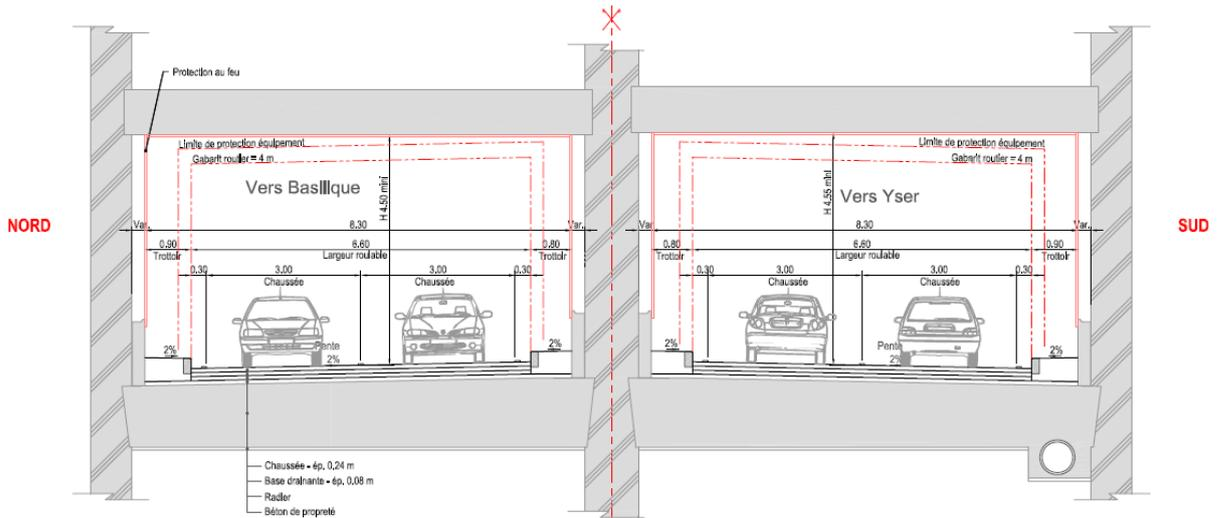
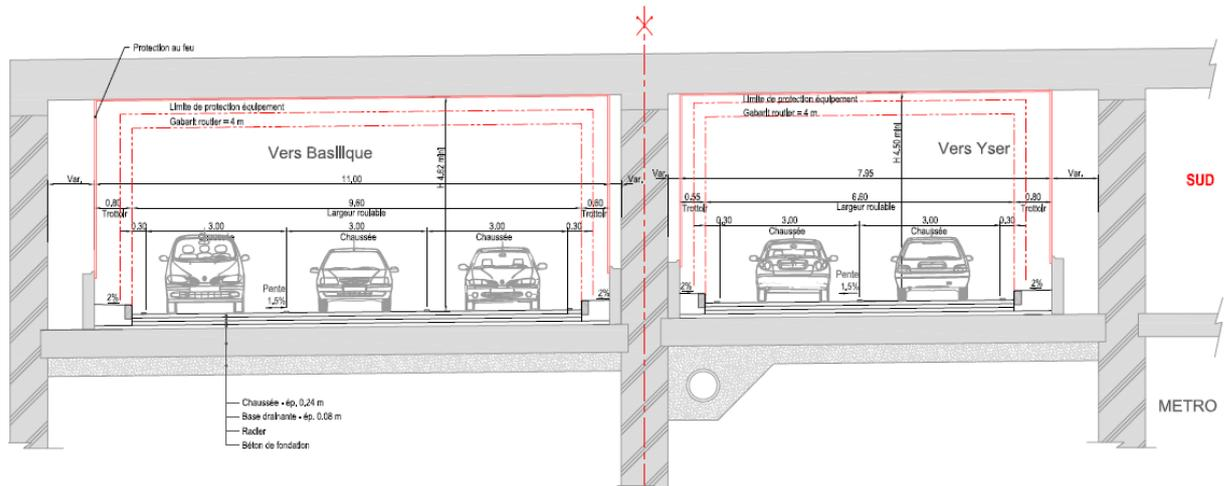

Figura 4 – Sección transversal del túnel Leopoldoll
Figura 5 – Túnel Leopoldoll – Sección transversal cerca de Basllique
- 2 carriles en cada sentido (**Figura 4**), excepto en los carriles de entrada o de salida (**Figura 5**),